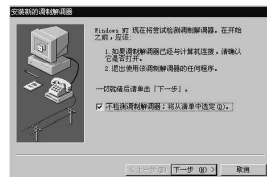

图 2
①打开“我的电脑→控制面板→调制解调器”，出现图 2 所示的安装对话框。如果你不想让系统自动检测已安装的调制解调器而直接从磁盘安装时，可选择“不检测调制解调器；将从清单中选定”一项，否则不选。本文选择不检测，然后单击“下一步”。